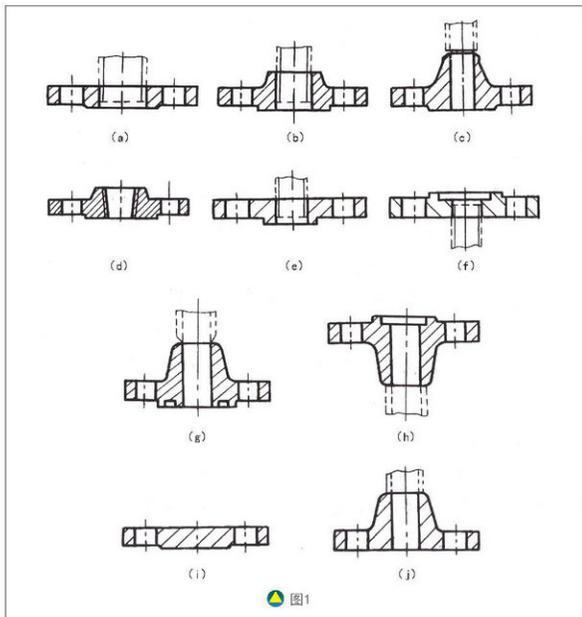

图1
1、按与管子的连接形式分：主要有两大类，一类是平焊法兰，如图1（ ）所示；另一类是对焊法兰，如图1（ ）所示；此处还有螺纹管法兰，如图1（ ）所示。
3、在平焊或对焊法兰中，又有带颈法兰，如图1（ ）和不带颈，即板式法兰，如图1（ ）所示。
4、按法兰的密封面的形式分，有平面（光滑面）法兰，如图1（ ）所示；有凸面法兰，如图1（ ）所示；有凹凸面法兰，如图1（ ）所示；有榫槽面法兰，如图1（ ）所示。